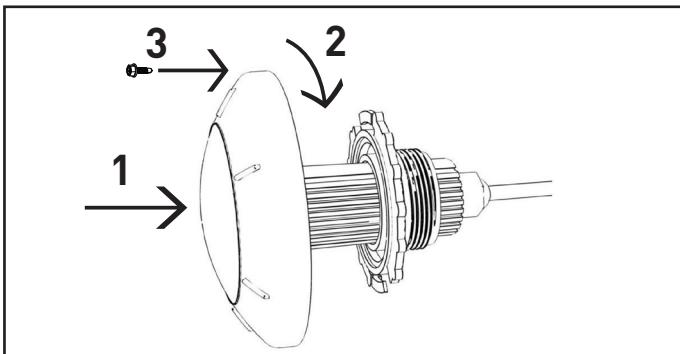

Figure 3. Fixez l'ensemble constitué de la lumière et du câble à l'anneau d'ancrage.
5. La lampe se fixe à l'anneau d'ancrage en la tournant dans le sens horaire sur l'anneau et en vissant la vis fournie. Voir la Figure 3.